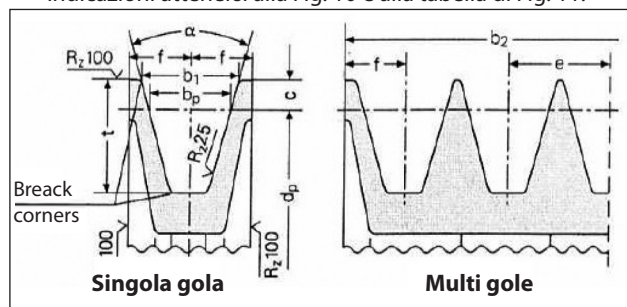

Fig. 10
- a) Utilizzare pulegge per cinghie trapezoidali con le dimensioni della gola prescritte /consigliate dal costruttore della cinghia utilizzata. In mancanza di indicazioni attenersi alla Fig. 10 e alla tabella di Fig. 11.